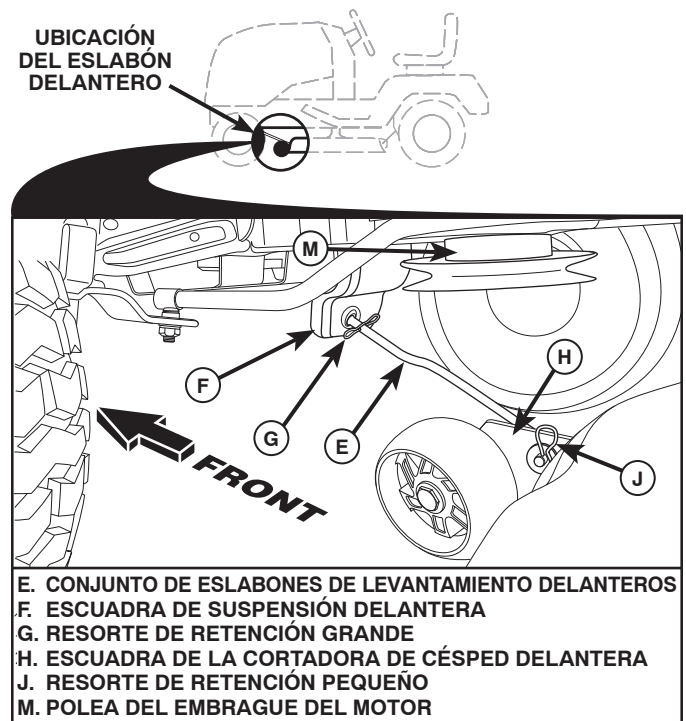

Fig. 30
8. INSTALE EL ESLABÓN DELANTERO (E) (Vea Fig. 30)
- Desde la parte delantera del tractor, inserte el extremo de varilla del eslabón delantero (E) a través del agujero delantero de la escuadra de suspensión delantera del tractor (F).
- Muévase hasta el lado izquierdo de la cortadora e inserte un resorte de retención grande (G) a través del agujero del eslabón delantero (E) detrás de la escuadra de suspensión delantera (F).
- Inserte el otro extremo del eslabón (E) en el agujero de la escuadra derecha de la cortadora de césped (H) y asegure con una arandela y un resorte de retención pequeño (J).